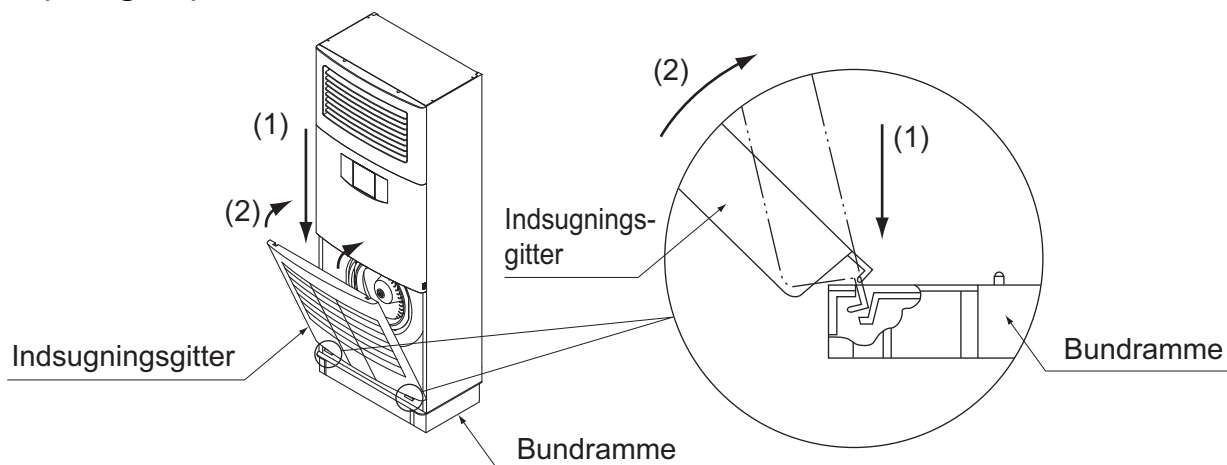

Fig. 40
1. Sæt indsugningsgitteret i rillen på enhedens bundramme i rækkefølgen (1)→(2). (Se fig. 40)